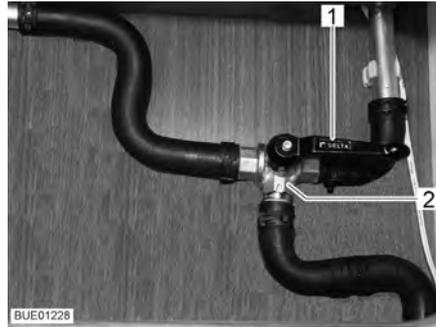

Fig. 133 Valvola a 3 vie
- Posizionare la leva (Fig. 133,1) della valvola a 3 vie (Fig. 133,2) parallela alla direzione di flusso diretta (Fig. 133).
- Posizionare la leva (Fig. 133,1) della valvola a 3 vie (Fig. 133,2) trasversale alla direzione di flusso diretta.